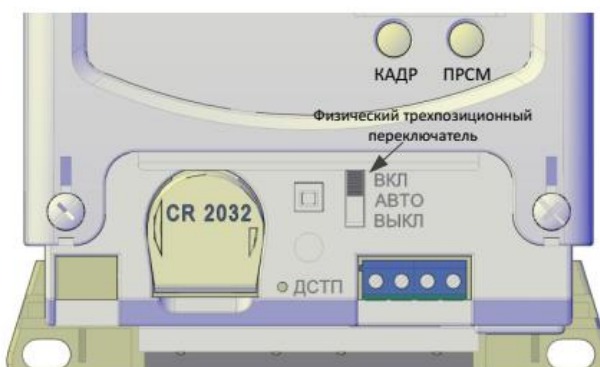

Рисунок 11 – Исполнения счетчиков CE208 S7 с трехпозиционным переключателем.
На лицевой панели счетчика CE208 S7 расположены (см. рисунок 11):
- жидкокристаллический индикатор (1);
- световой индикатор функционирования «СЕТЬ» (2);
- один световой индикатор учета активной энергии (A) и один световой индикатор учета реактивной энергии (R) (3);
- кнопка "КАДР" (4);
- кнопка "ПРСМ" (5);
- "ДСТП" (прозрачная крышка зажимов) (6);
- трехпозиционный физический переключатель, см. рисунок 11;
- элементы оптического порта (7);
- прозрачная крышка зажимов (8).